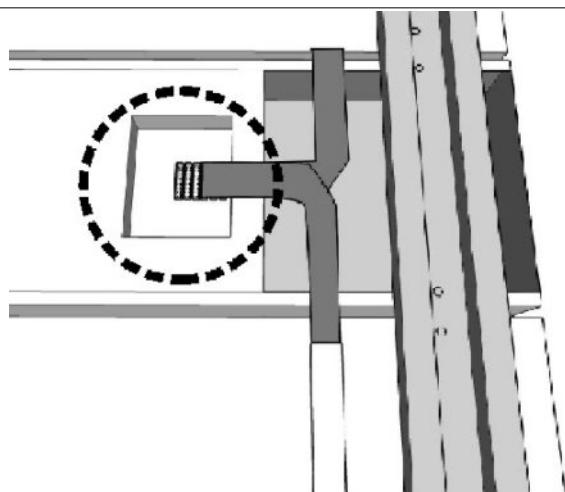

Fig. 3.3: Intérieur du compartiment électrique
2. Branchez les câbles plats des différents modules aux connecteurs (Fig. 3.3) de la carte électronique qui se trouve à l'intérieur du compartiment électrique.